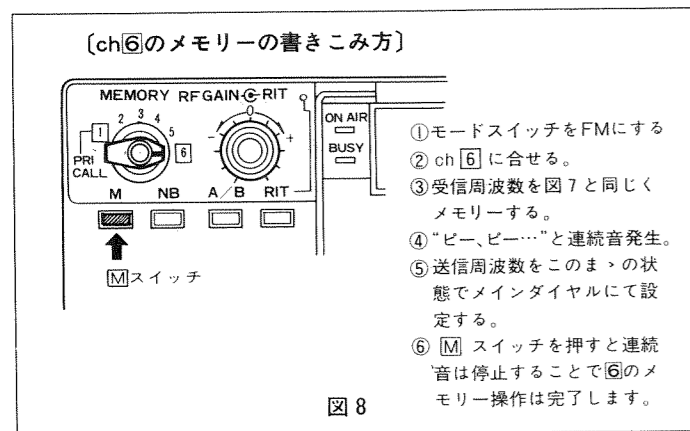

図 8
また、⑥メモリーチャンネルは、FMモードにて送信、受信で異なるメモリーが可能です。受信メモリーのしかたは①～⑤チャンネルのときと同じですが、MEMスイッチを押しますと“ピーピー……”と連続音が発生します。この状態で再度送信周波数をメインダイヤルにて設定し、もう一度MEMスイッチを押せば、送受信異なる周波数がメモリーできます。SSB/CWモードでは通常メモリー動作に自動的になります。（図8参照）